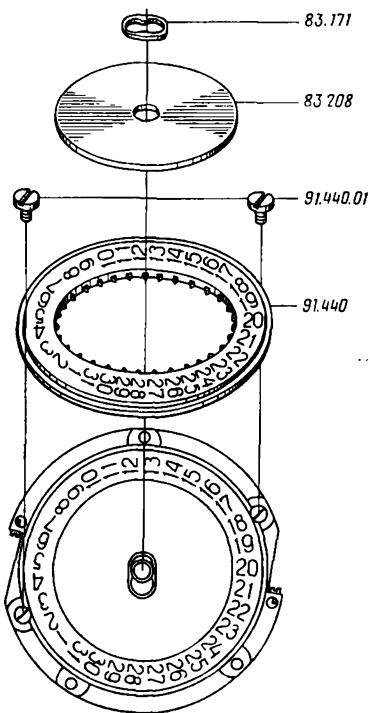

Рис. 136
20. Снять шайбу указателя дней недели (рис. 136)